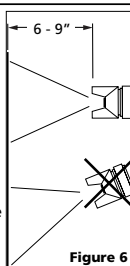

Figure 6
- Commencer à pulvériser. Toujours tenir le pistolet à angle droit par rapport à la surface et déplacer le poignet pour faire le travail. (Voir Figure 6).